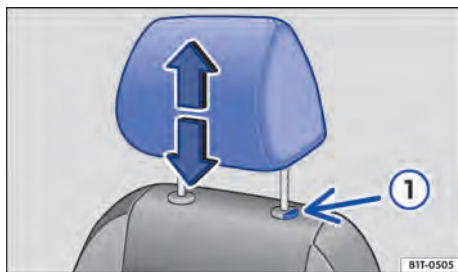

Fig. 4.1 Ajustar o apoio para cabeça.
- Empurrar o apoio para cabeça para cima na direção da seta ou para baixo com o botão → Fig. 4.1 ① pressionado → ⚠️.